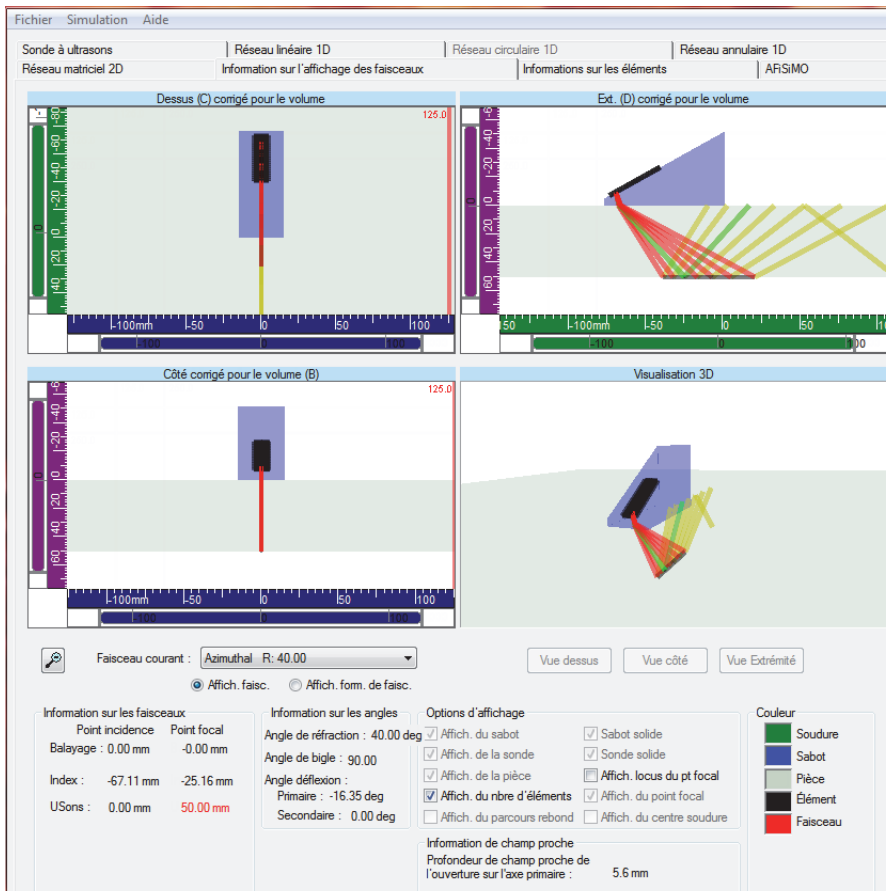

Figure 4-10 Onglet Information sur l'affichage des faisceaux
- n) Utilisez les quatre vues et les paramètres en dessous des vues pour valider les faisceaux calculés (Figure 4-10 à la page 112).